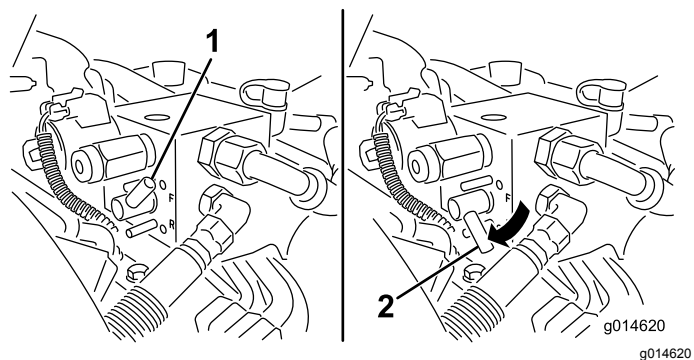

Figure 51
5. Tournez le levier de rodage à la position de rotation **ARRIÈRE (R)** (**Figure 51**).